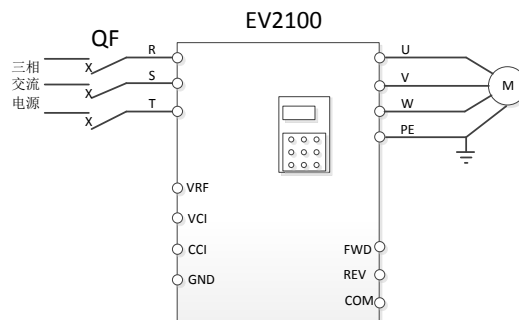

图4-14 面板控制运行配线图
如图4-14所示。
- (1)按图4-14接线后上电；
- (2)按PANEL/REMOTE键切换到面板控制方式；
- (3)修改F0.02功能码参数为30.00，即30Hz；
- (4)修改F6.00功能码参数为0；
- (5)按MENU/ESC键回到停机状态；
- (6)按RUN键运行；
- (7)按STOP键减速停止；
- (8)断电。